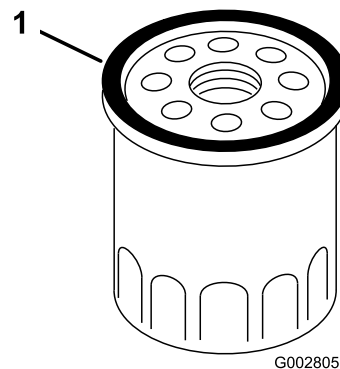

Figura 23
7. Usando el dedo, unte la junta del filtro nuevo con aceite (Figura 23).